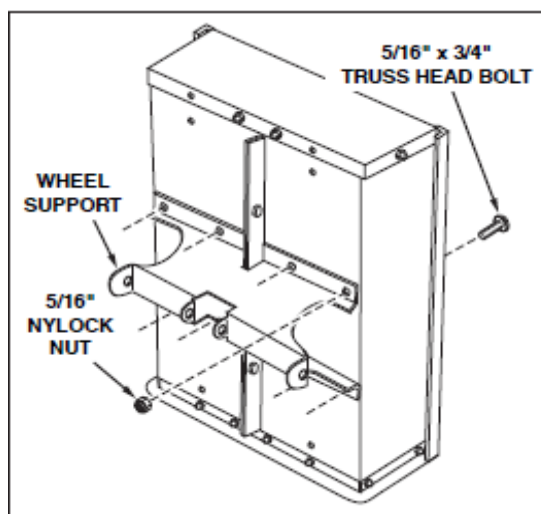

Рис. 5
10. При помощи 8-ми болтов (5/16x3/4) и гаек (5/16) прикрепите к тележке колесную раму, как показано на рис. 5. Головки болтов должны располагаться внутри корпуса.